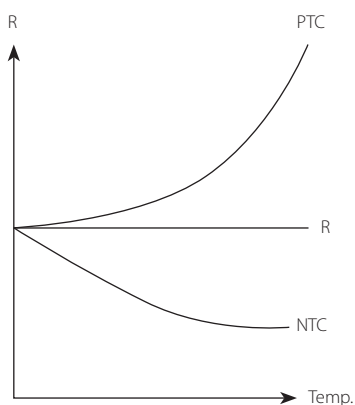

Figura 7. Curvas características dos termistores.
- 2) PTC (*Positive Temperature Coefficient*) (Figura 7).